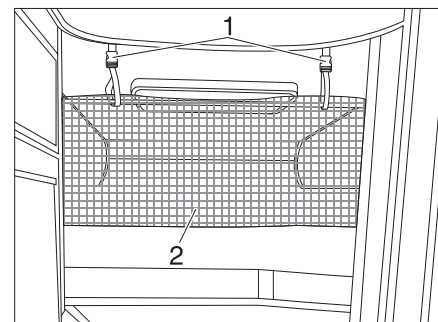

Fig. 126 Filet de sécurité
Le filet de sécurité (Fig. 126, 2) de série est rangé entre le matelas et le sommier à lattes. Ne tendre le filet de sécurité qu'une fois que la personne se trouve dans le lit.
- Faire s'enclencher les sangles de retenue (Fig. 126, 1) dans les œillets du plafond.